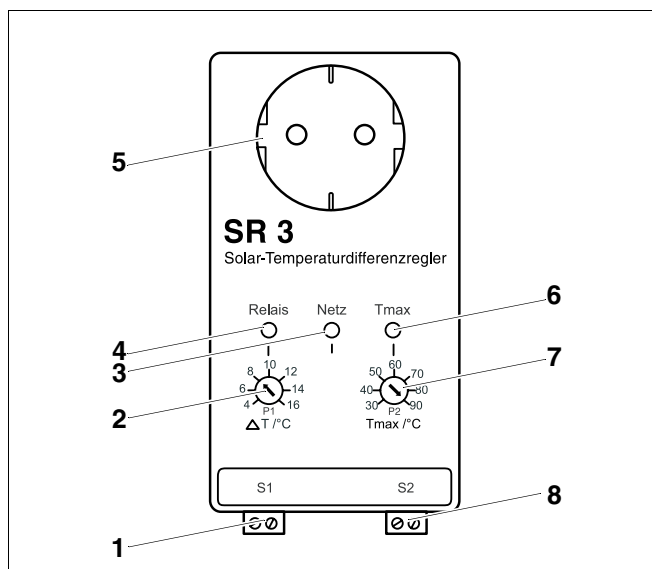

Fig. 2 Régulateur pour prise SR 3
Le régulateur pour prise SR 3 compare la température du capteur (raccordement S1, fig. 2, **pos. 1**) avec celle du préparateur (raccordement S2, fig. 2, **pos. 8**).
Sélectionnez sur le potentiomètre de réglage (P1, fig. 2, **pos. 2**) la différence de température souhaitée entre le capteur et le préparateur (S1/S2).
Si la différence de température ne représente plus que la moitié de la valeur de réglage ΔT (P1, fig. 2, **pos. 2**), le relais arrête la pompe de circuit solaire.
Sur un autre potentiomètre (P2, fig. 2, **pos. 7**) vous pouvez régler une température maximale du préparateur (Tmax) – l'hystérésis est de 6 Kelvin.